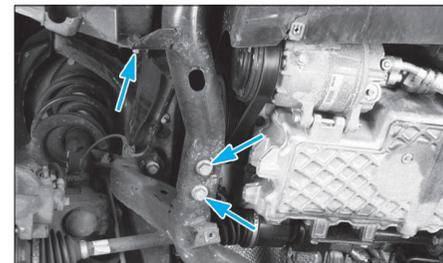

FIG. 6
- la partie avant du berceau (Fig.6).